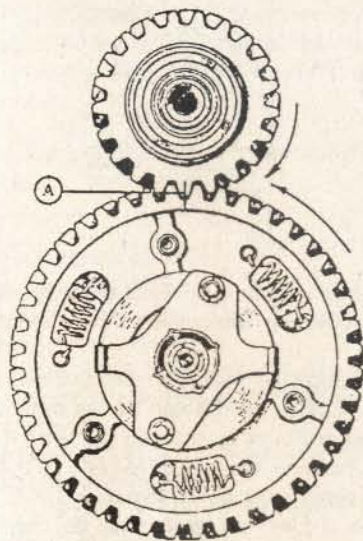

Fig. 2-8.— Calaje del eje de levas
El engranaje del eje de levas, de dos partes (unidas por resortes para evitar ruidos), se acopla directamente al engranaje de distribución del del cigüeñal, en dientes marcados con una raya (A) (Fig. 2-8).